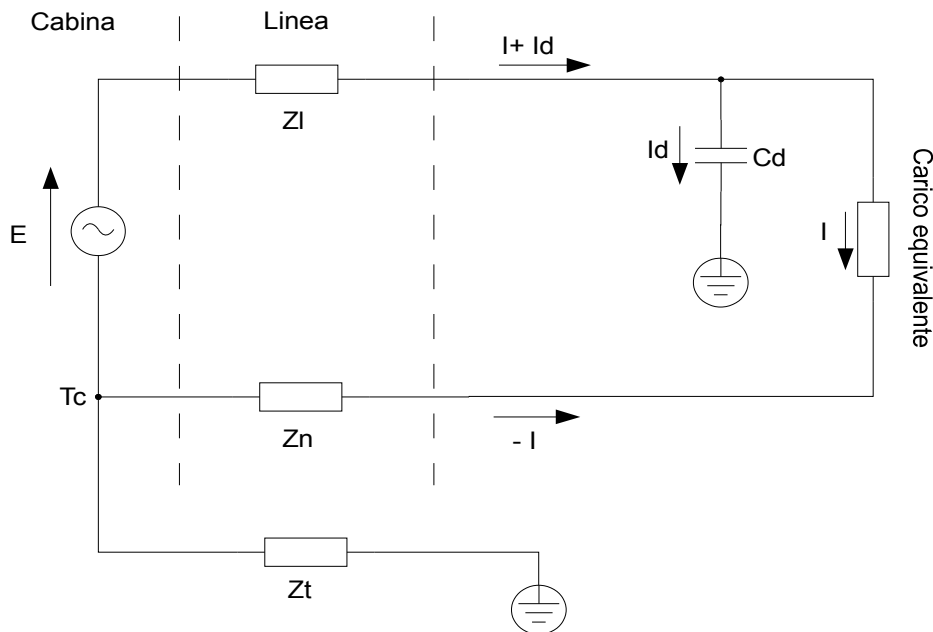

Figura 1
Negli impianti sono presenti capacità tra il conduttore di fase e la terra dovute alle capacità parassite dei conduttori (capacità tipica 100pF/m) ed ai condensatori di filtro presenti nella sezione di alimentazione dei dispositivi elettronici. Tali capacità introducono una corrente permanente alla frequenza di rete, tra il conduttore di fase e terra, di tipo reattivo capacitivo e una corrente impulsiva in caso di variazione della tensione di linea. In figura 1 è riportato lo schema tipico terra-terra (TT). Lo schema è suddiviso in tre sezioni: il generatore di cabina E, la linea rappresentata con le impedenze Zl,